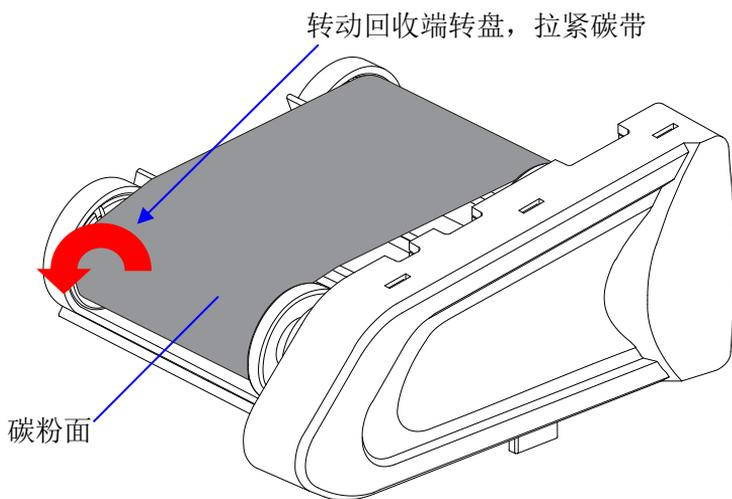

图 2-8
4. 将碳带空卷芯卡入碳带回收端，注意碳带钩一定要在碳带槽内(图 2-8)；